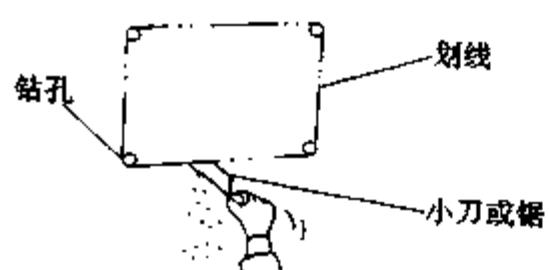

图7-6 开孔方法
①根据空调器的外形尺寸决定在窗口或墙面上的开孔大小。
②开孔操作:以划线在墙面上明确表示孔加工范围,在划线的四周用钻头在划线内侧5cm左右的墙面上加工开孔,贯穿墙壁可使用小刀沿着划线切入。如图7-6所示。